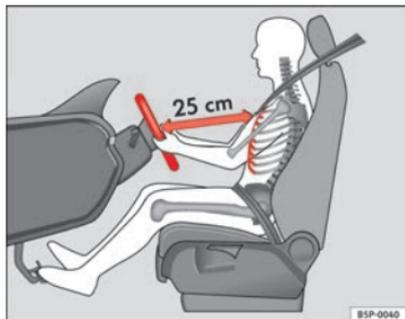

Fig. 1 Distancia correcta entre el conductor y el volante
- Ajuste el volante de modo que quede una distancia mínima de 25 cm entre el volante y el tórax ⇒ **fig. 1**.
- Coloque el asiento del conductor de forma que quede una distancia mínima de 25 cm entre el tórax y el centro del volante ⇒ fig. 1. Si la distancia es inferior a los 25 cm, el sistema de airbags puede no protegerle correctamente.